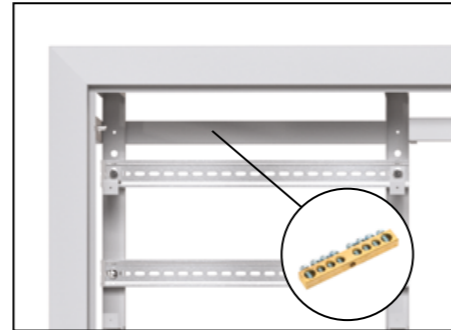

Рис. 14
1.3. Установите и закрепите на шине PE\*\* (приобретается отдельно) на месте, указанном на рис. 14.